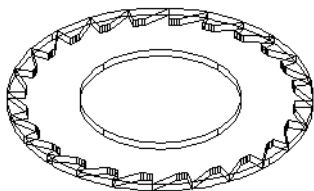

图 13-54 移动结果
- 03 选择菜单【修改】|【移动】命令，对两个图形源文件进行位移，结果如图 13-54 所示。